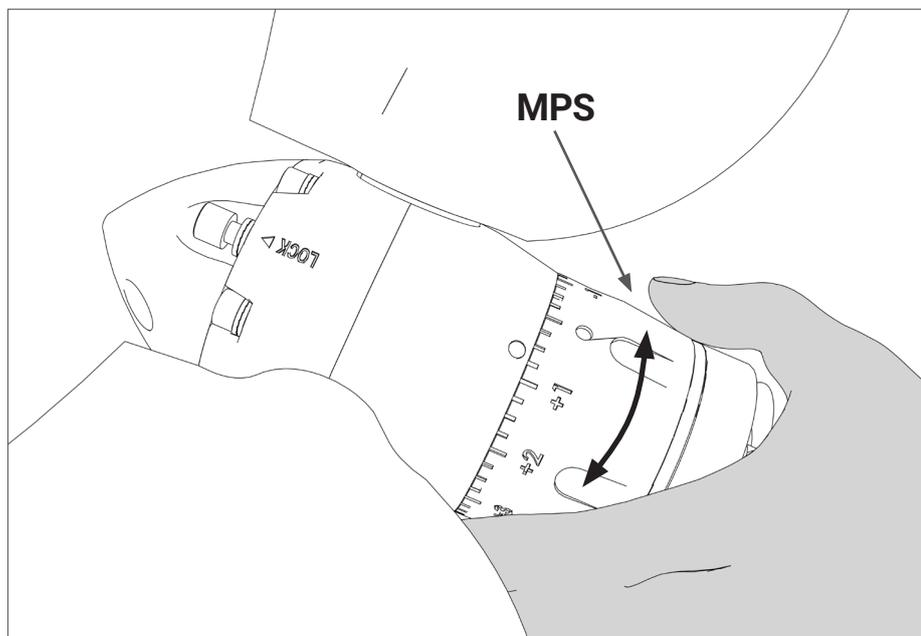

ABB. 25 Einstellung der Steigung
- Um die gewünschte Steigungsänderung zu erreichen, drehen Sie die Ringmutter und richten dabei die gewählte Kerbe genau auf das Symbol „○“ auf dem Propellerkörper aus (**Abb. 25**).